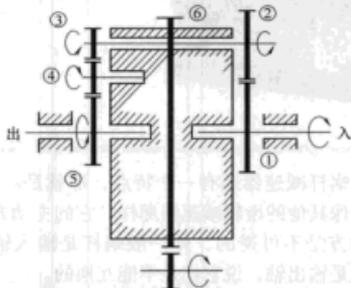
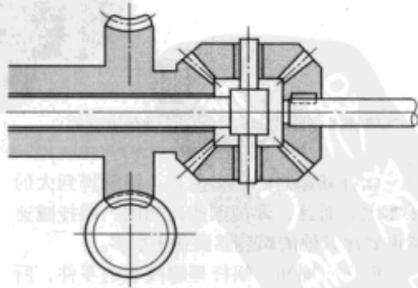

图 3 滚齿机的圆柱齿轮差动装置
图 4 滚齿机的锥齿轮差动装置
本页左侧照片②表示的是滚齿机的差动齿轮装置。这是在进行斜齿轮的齿加工的运动部分。输入力是从该照片的右侧导入。圆柱齿轮的差动装置如图 3 所示。①是太阳轮，而②和③相当于一个锥齿轮，④是与旋转方向相反的中间齿轮。⑥是斜齿轮另一个驱动力输入处。
同样的结构如换成锥齿轮，就如同图 4 所示，将图 3 中的⑥变为蜗轮。